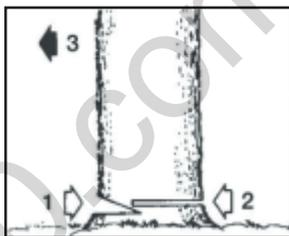

Рис. 16
- Определите направление падения дерева (3) Рис. 16 с учетом ветра, расположение больших веток, удобство работы после повала дерева и другие факторы.
- Выполните надрез вглубь дерева на одну треть со стороны завала (1).